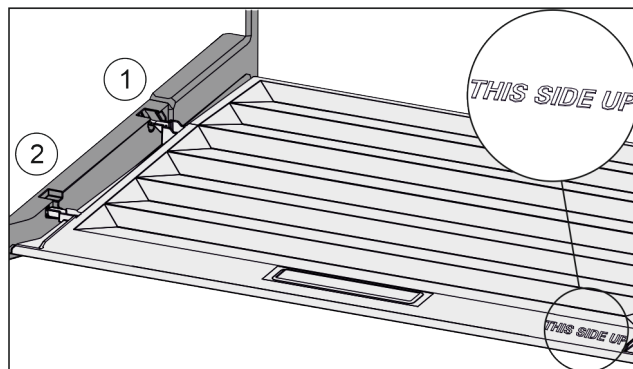

Fig. 33
- ▶ Introduceți nervura capacului prin orificiul suportului posterior Fig. 33 (1) și înclichetați-l în față în suport Fig. 33 (2).